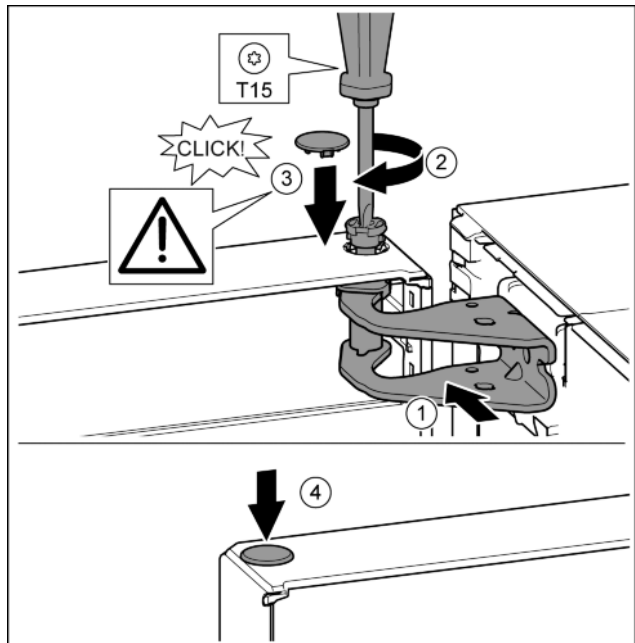

Fig. 23
- ▶ Регулирайте вратата горе спрямо отвора в лагерната стойка. Fig. 23 (1)
- ▶ Поставете болта и затегнете здраво с отвертка T15. Fig. 23 (2)
- ▶ Монтаж на предпазния капак за осигуряване на вратата: Поставете предпазния капак и проверете дали той е допрян до вратата. В противен случай поставете изцяло болта. Fig. 23 (3)
- ▶ Поставете тапата. Fig. 23 (4)